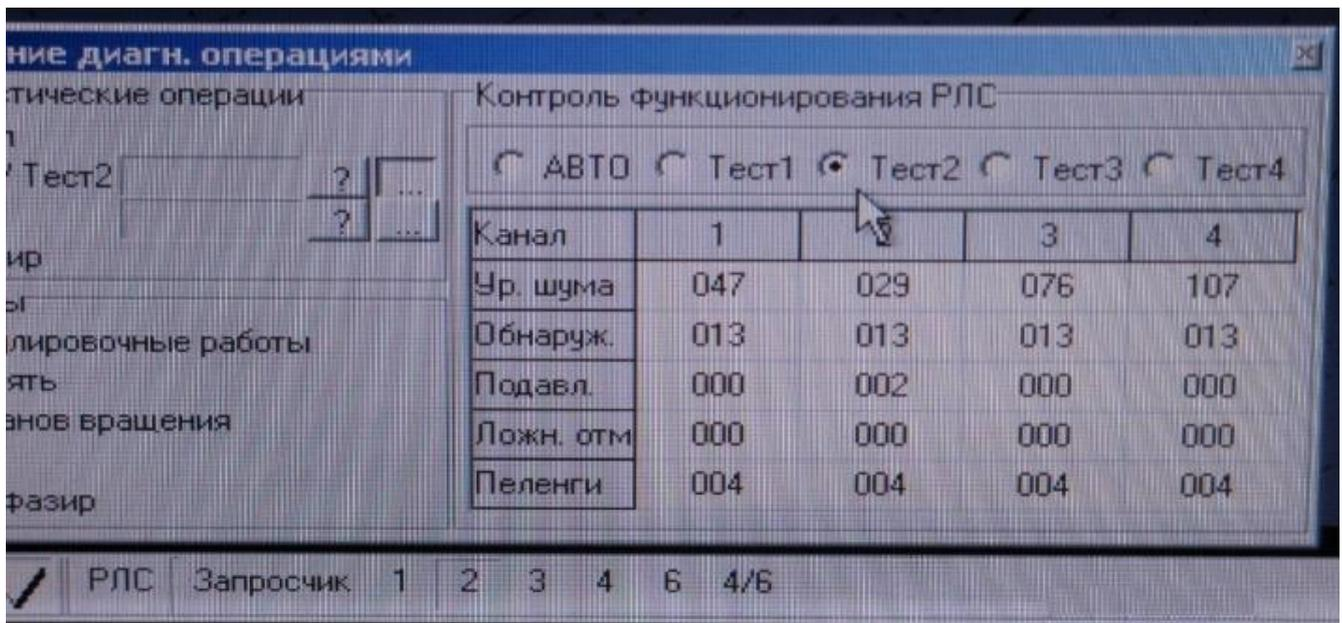
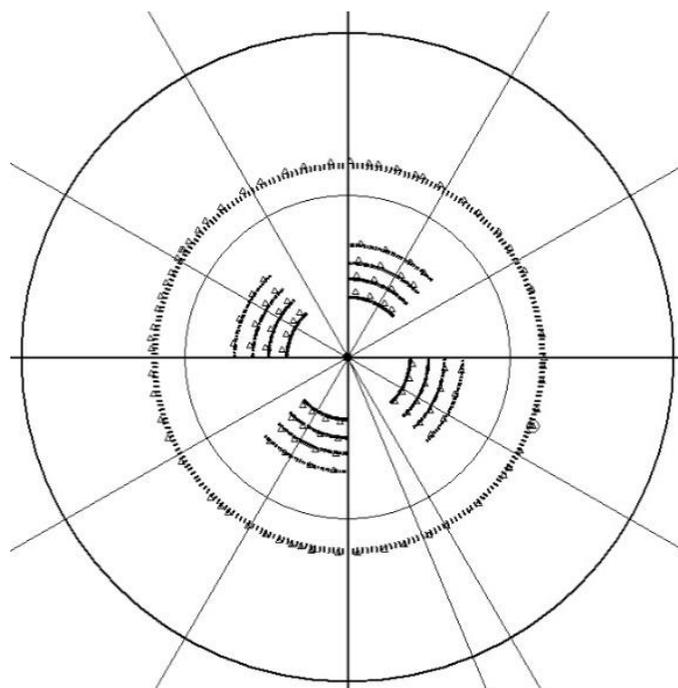

Рис. 6.24. Дополнительное окно управления диагностическими операциями. Тест 2
Рис. 6.25. Вид индикатора в режиме контроля функционирования (тест 2)
3. Выбрать «Тест2» в дополнительном окне управления диагностическими операциями (рис. 6.24) и убедиться в наличии изображения на экране (рис. 6.25). Здесь отображаются отметки, имитирующие эхо-сигнал на дальностях 20, 25, 30 и 35 км на азимутах от 0 до 45°, от 90 до 135°, от 180 до 225°, от 270 до 315° и формирующие в каждой дужке по четыре отметки от целей, а также на дальности 60 км в виде кольца.